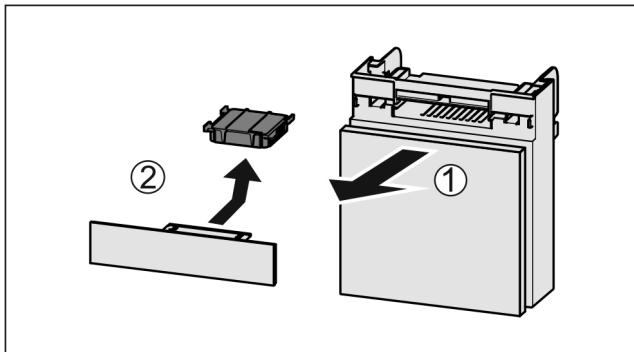

Fig. 97
▶ 向前拉出 Fig. 97 (1) 抽屉。
▶ 取出 Fig. 97 (2) 活性炭过滤器。